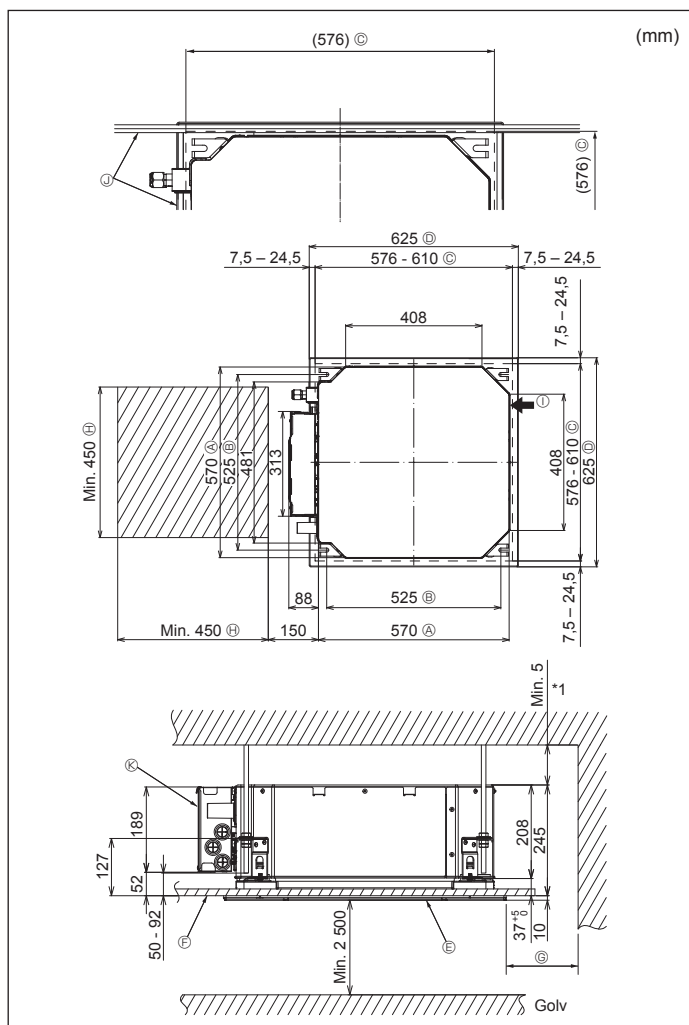
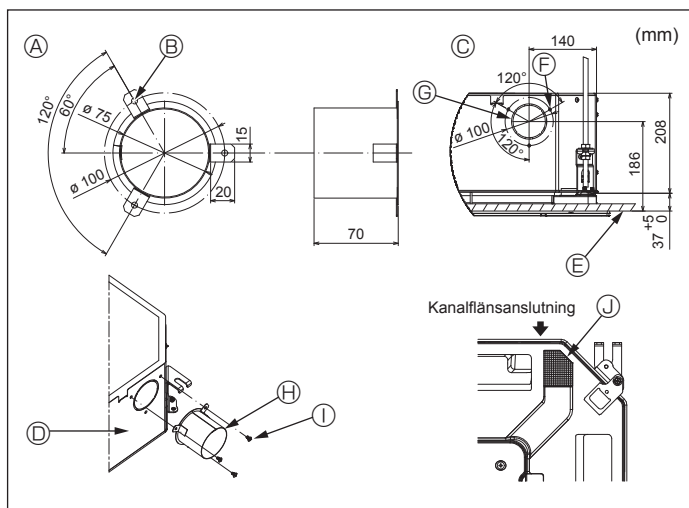

Fig. 2-2
Fig. 2-3
2.2. Placering av taköppningar och upphängningsbultar (Fig. 2-2)
① Huvudenhetens yttre sida	③ Min. 500 mm (hela omkretsen)
② Bultavstånd	Lämna minst 700 mm om du ställer in underhållsavståndet för ③.
④ Taköppning	④ Underhållsavstånd
⑤ Gallret yttre sida	⑤ Friskluftsintag
⑥ Galler	⑥ Vinkel
⑦ Tak	⑦ Elkomponentlåda
2.3. Installation av kanal (om friskluftsintag finns) (Fig. 2-3)